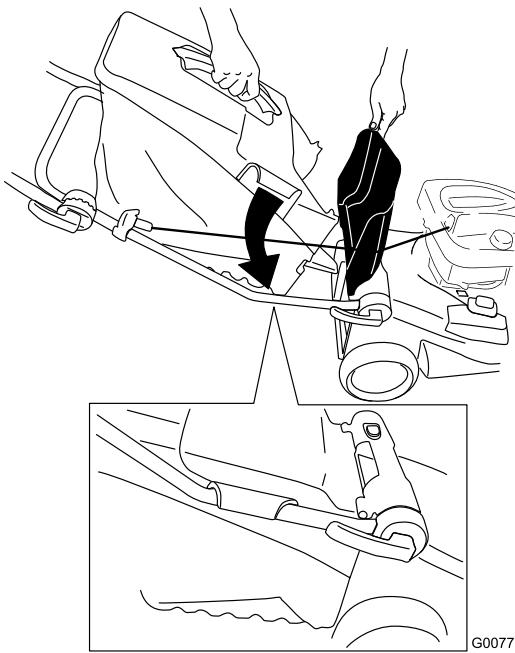

Figura 20
2. Levante y sujeté la puerta trasera, instale la bolsa en el manillar y baje la puerta trasera (Figura 20).